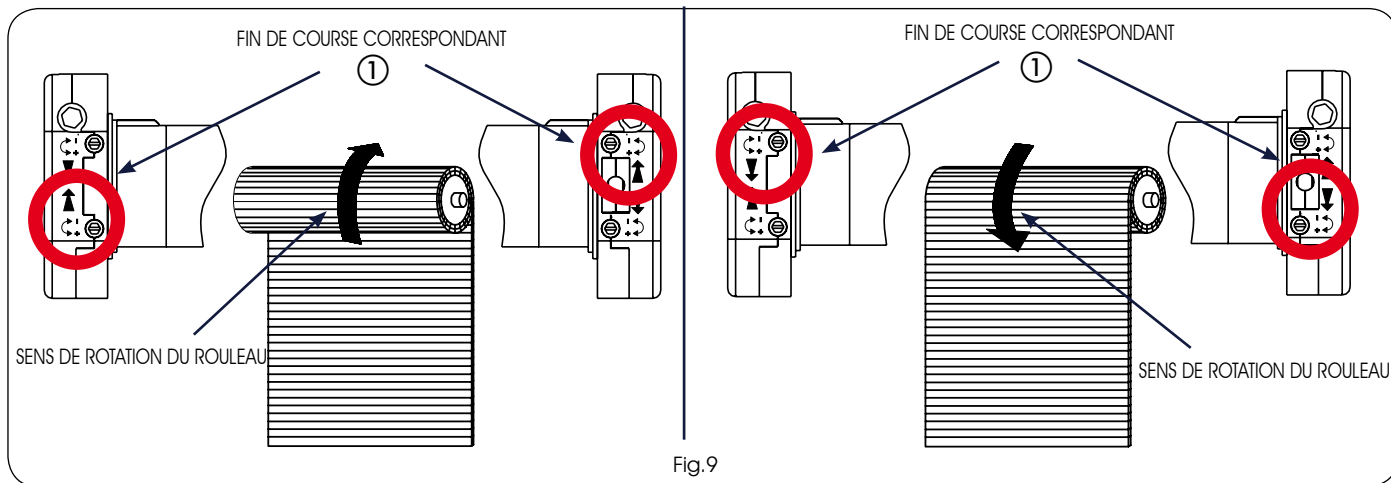

Fig.9
Pour faciliter l'identification des vis de réglage des fins de course, faire référence aux figures 9 - 10 suivant le côté de montage du moteur (DR ou GAU), et à la configuration du caisson (interne ou externe).
- 2) Avec l'outil de réglage (Fig.1 réf.⑤), tourner la vis du fin de course correspondant au sens de rotation de descente du rouleau (Fig.9 réf.①), vers le signe plus (+) pour augmenter la course du rideau à enroulement, vers le signe moins (-) pour la diminuer.